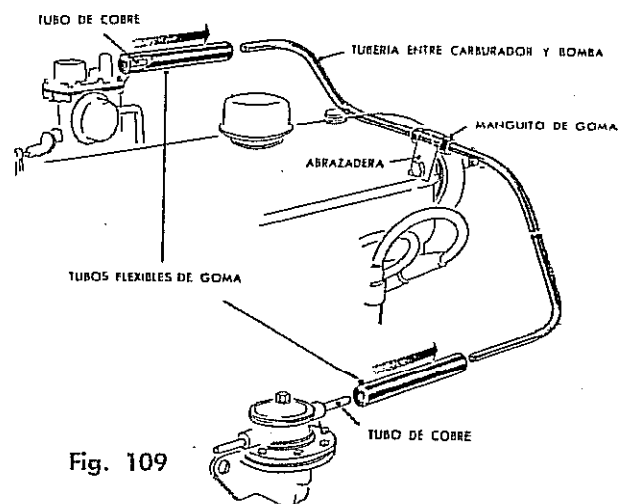

Fig. 109
**TUBERIA DE COMBUSTIBLE:** La tubería de combustible es de 6 mm (1/4") de diámetro. Para su mantenimiento se tendrá en cuenta que no se halle obturada, abollada o con curvas muy agudas. Debe tenerse especial cuidado para reparación, en no quitar las uniones de goma mediante el empleo de pinzas, ya que esto dañaría a las mismas uniones. Verificar el buen estado y fijación del manguito de goma y la abrazadera del tubo de combustible a la bomba de agua (Fig. 109).
Las uniones flexibles de goma al carburador y bomba de nafta pueden extraerse empujándolas con un destornillador en el sentido que indican las flechas (Fig. 109).